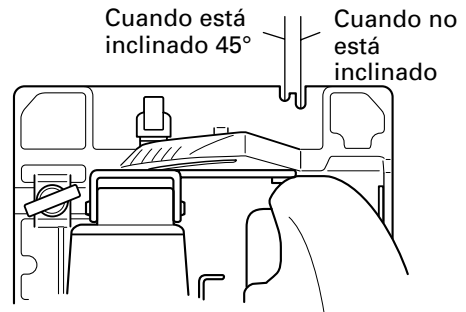

Fig. 18
- (1) Ponga el cuerpo de la sierra (base) en la madera, y como se muestra en la Fig. 18, alinee la línea de corte con la cuchilla de la sierra, utilizando la ranura de la parte delantera de la base. Esta relación entre base y madera deberá permanecer inalterada independientemente de la inclinación de la base.
- (2) Cerciórese de que el interruptor esté cerrado (ON) antes de que la hoja de sierra entre en contacto con la madera. El interruptor se cerrará (ON) cuando apriete el gatillo interruptor, y se abrirá (OFF) cuando lo suelte.
- (3) Si mueve la sierra recta a velocidad constante, podrá realizar el corte óptimo.